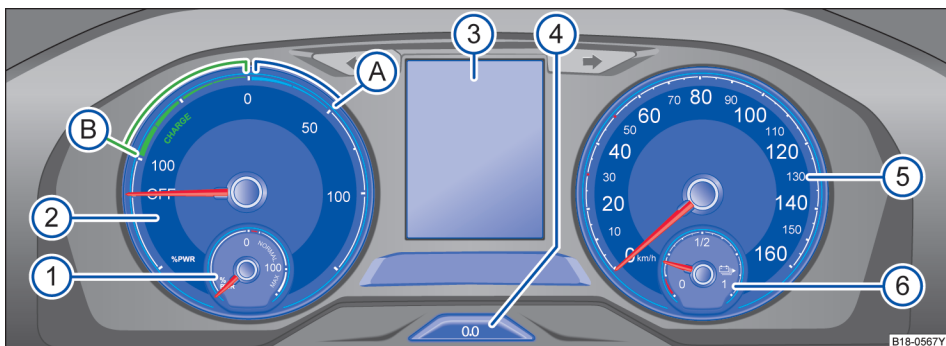

图 10 仪表概览
关于仪表的解释 → 图 10:
在行驶期间，组合仪表上会显示当前行驶功率 → 图 10。
- 按压按钮 图 10 ④ 可将短距离行驶里程表清零。